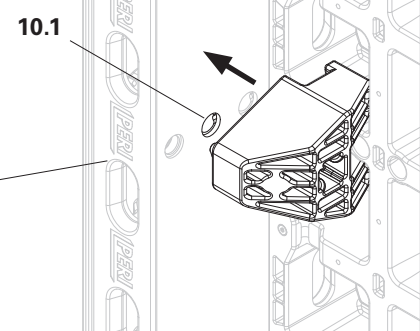

Fig. A3.09b
1. Démontez le connecteur d'angle DUO (23), vissez l'écrou à 3 oreilles (53) sur l'ancrage pour angle.
4. Insérer la goupille d'acier (23.4) du connecteur d'angle DUO dans le point d'ancrage désiré (10.1) du panneau multifonction. (Fig. A3.09b)